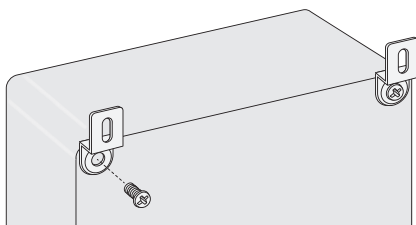

Figure 4 - Fixation du boîtier
1. Fixer les supports de montage à l'arrière du boîtier au moyen des quatre vis fournies (figure 4).